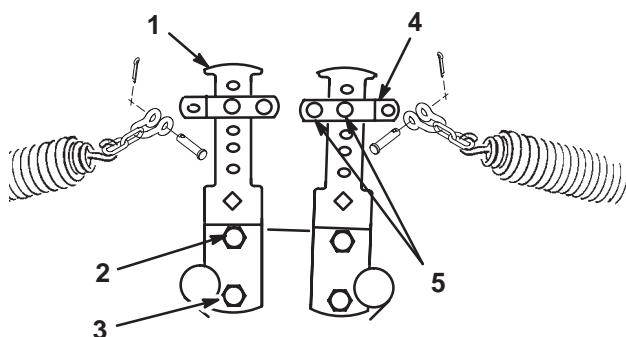

Bild 16
4. Befestigen Sie das andere Ende der Feder mit der Federkette, der Lastöse, dem Lastösenbolzen und dem Splint am entsprechenden Loch (siehe unten) an den vorderen und hinteren Gegengewichtsarmen (Bild 16 und 17).
5. Befestigen Sie das andere Ende der Feder mit der Federkette, der Lastöse, dem Lastösenbolzen und dem Splint am zweiten Loch von oben (Bild 16).
- Befestigen Sie das untere Ende des Gegengewichtarms mit der vorher abgenommenen Kopfschraube und Mutter am Chassis. Ziehen Sie die obere Kopfschraube fest (Bild 16).